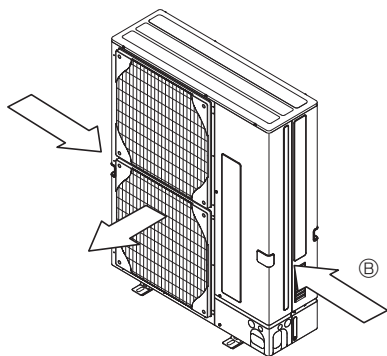

Fig. 2-5
- Pokud je to možné, umístěte jednotku tak, aby výstup vzduchu směřoval v pravo ke směru sezónního větru. (Fig. 2-5)